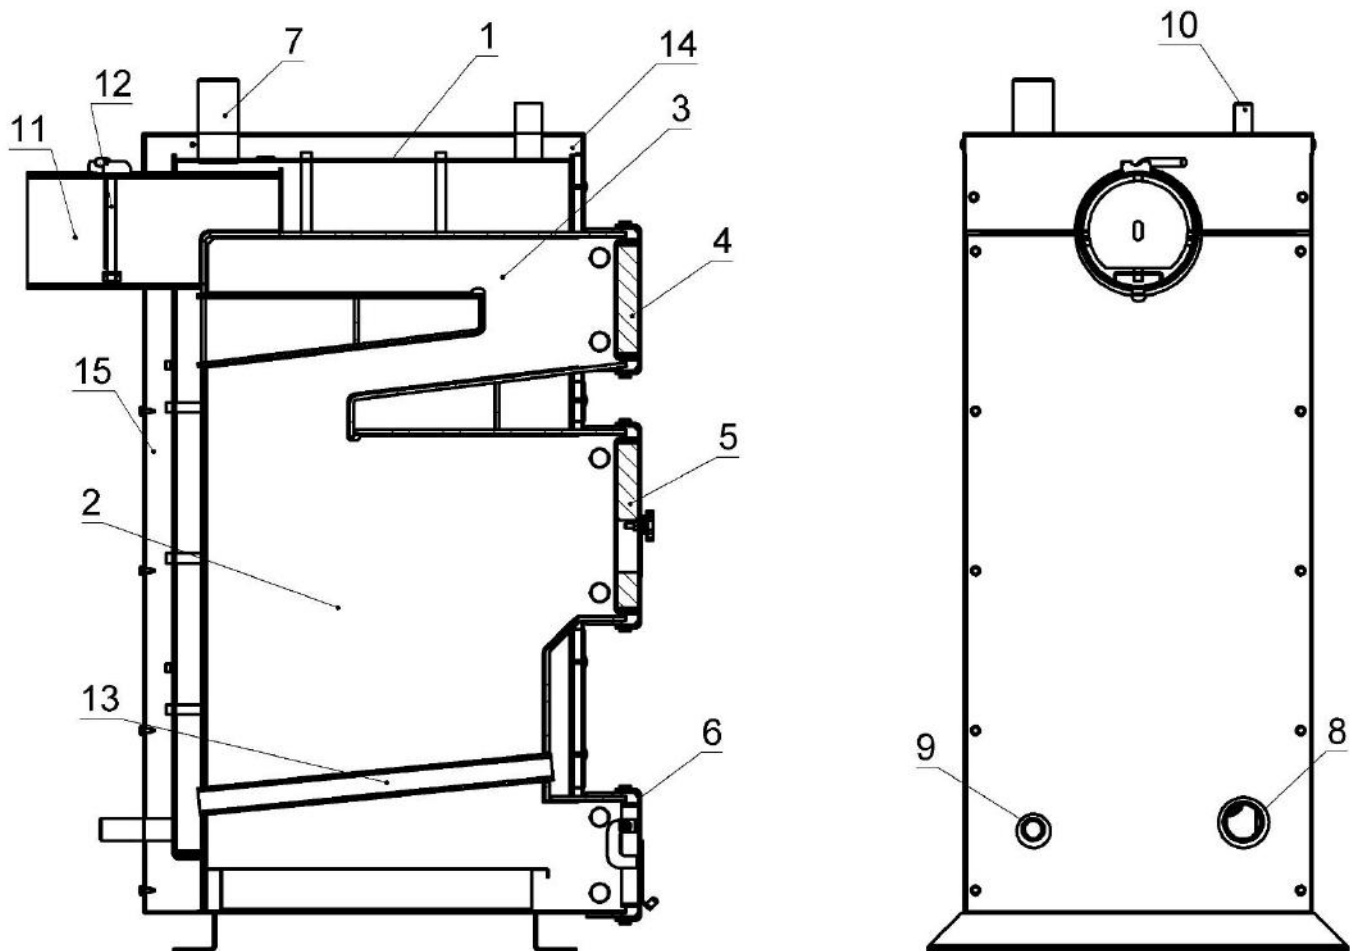

Рисунок 5.1 – Зовнішній вигляд та основні елементи котла типу КТД
Конструктивно котел являє собою збірно-зварену конструкцію, що складається з корпусу (поз. 1, рис. 5.1) з камерою згоряння (топкою) (поз. 2, рис. 5.1). Над топкою розташована конвекційна частина котла (поз. 3, рис. 5.1), що являє собою високоефективний двоходовий теплообмінник.
Корпус котла виконаний в формі паралелепіпеду з подвійними стінками, які розділені водними перегородками (поз. 15, рис. 5.1). На зовнішній поверхні корпусу під декоративною обшивкою закріплена теплова ізоляція. (поз. 16, рис. 5.1). Паливо для процесу спалення завантажується на колосникові ґрати (поз. 13, рис. 5.1) крізь завантажувальні дверцята (поз. 5, рис. 5.1). Колосникові ґрати виконані з товстостінних безшовних труб по яких постійно циркулює вода з водяної оболонки котла, що унеможливує їх прогорання. Згоряння палива в топці відбувається за участю повітря, яке постачається в топку наступним чином:
Підведення і відведення теплоносія здійснюється відповідно через патрубки зворотної мережної води (поз. 8, рис. 5.1) і прямої мережної води (поз. 7, рис. 5.1).
Топочні гази виходять у димохід крізь боров (поз. 11, рис. 5.1), розташований у задній частині котла. Боров обладнано вбудованим дросельним клапаном продуктів згоряння – шибером (поз. 12, рис. 5.1). У випадку надто високої тяги у димоході шибер дає можливість її знизити шляхом часткового перекривання вихідного отвору борова.
У верхній частині корпусу котла розташований штуцер для встановлення групи безпеки котла (поз. 10, рис. 5.1).
На бічній стінці корпусу у нижній її частині розміщено штуцер для зливу води з котла (поз. 9, рис. 5.1).
- дверцята для періодичного обслуговування (чищення) конвекційної частини котла (поз. 4, рис. 5.1);
- ревізійний дверцята (поз. 6, рис. 5.1) для періодичного чищення колосникових ґрат.
Регулятор тяги необхідно приєднати до патрубку з внутрішньою різьбою, який знаходиться у верхній частині корпусу (рис. 5.1). Різьбове з'єднання при цьому потрібно ущільнити. Регулятор повернути таким чином, щоб наконечник для закріплення шестигранного важеля (з комплекту регулятора) був направлений вправо.